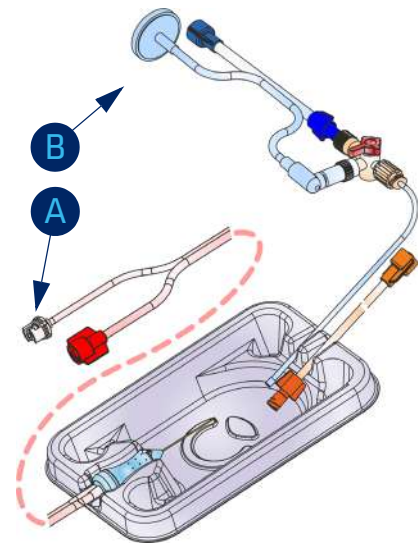

Fig. 57: Preparação para uso (vitrectomia)
- ➡ 6. Coloque na bandeja de calibração (fig. 57):